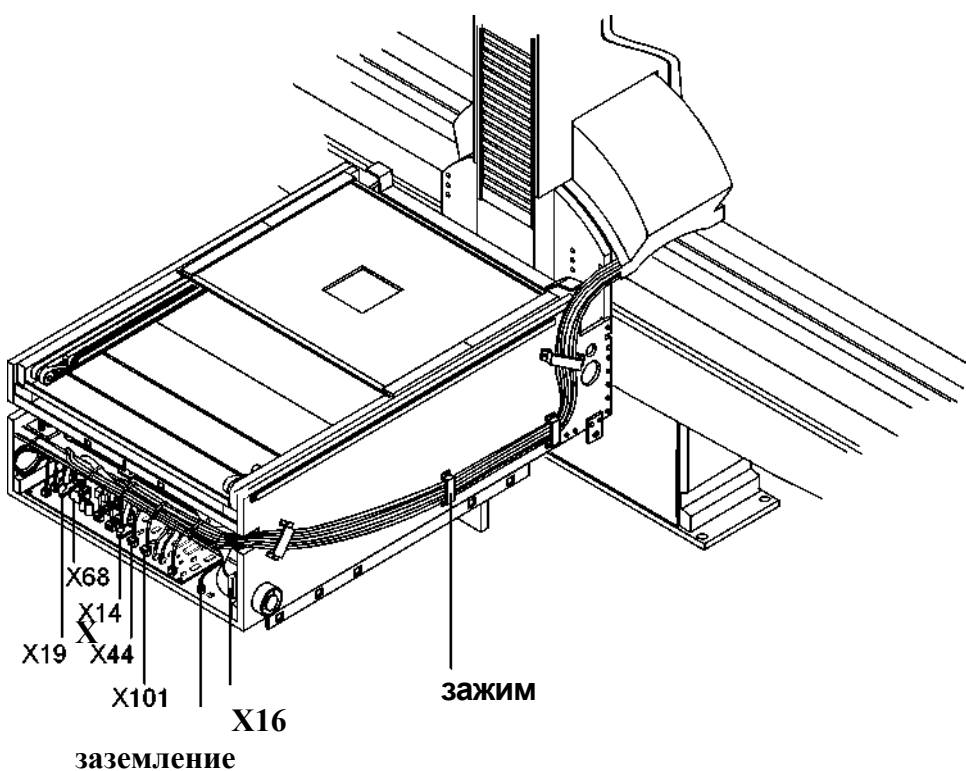

Рис.3-5.
6. Произведите прокладку кабелей к экранно-снимочному устройству, заранее подготовленных на правой стороне торцевой стенки. Кабели нужно проводить таким образом, чтобы они были параллельны друг другу, используя соответствующие кабельные зажимы, расположенные на правой стенке экранно-снимочного устройства (Рис. 3-5).